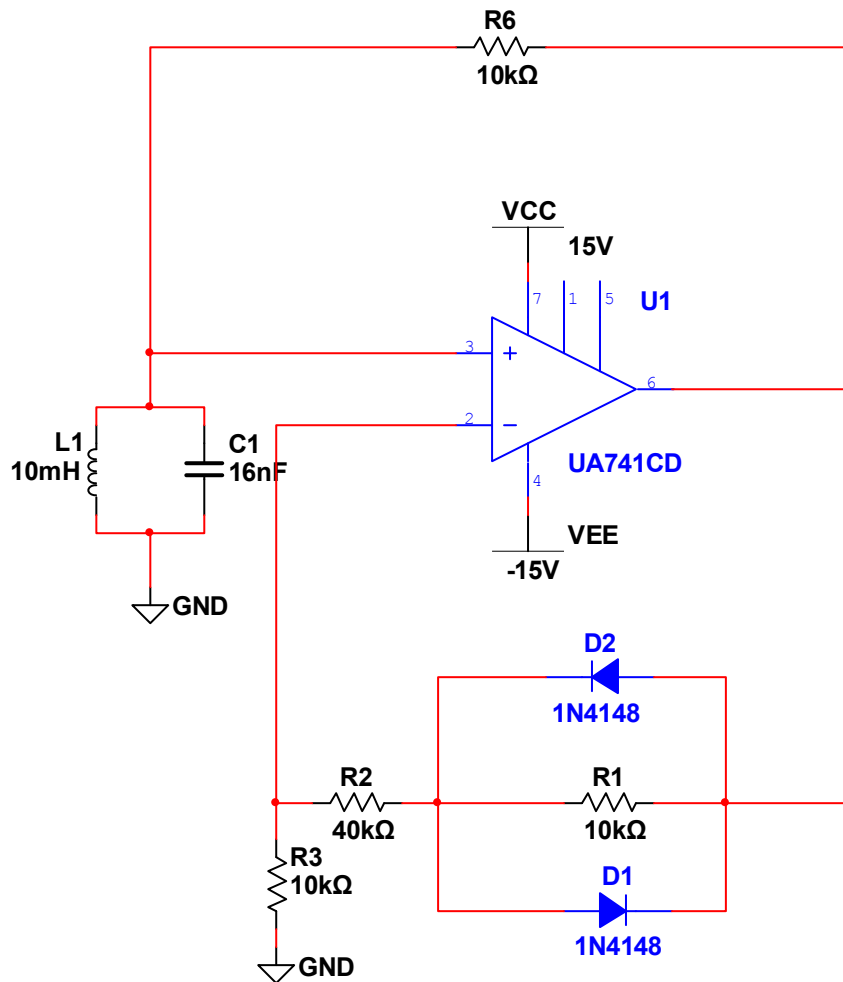

Рис. 6.3.2
- Собрать схему LC -генератора (рис. 6.3.2). Установить значения элементов в соответствии с табл. 6.3.1.